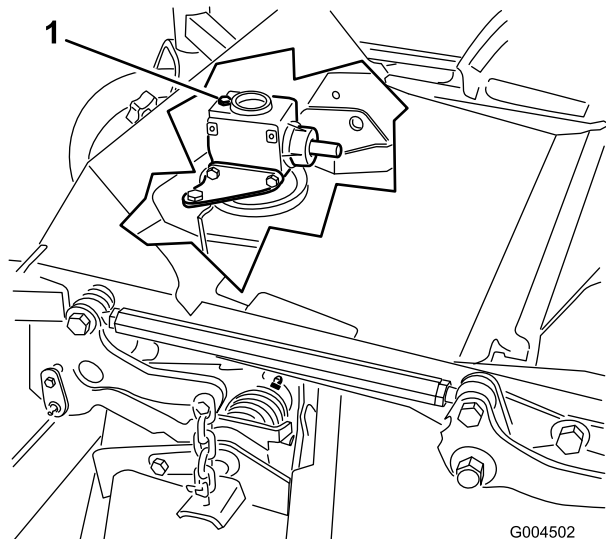

Figure 29
6. Retirez le bouchon de remplissage-jauge au sommet du boîtier d'engrenages et vérifiez que le niveau de lubrifiant se situe entre les repères sur la jauge (Figure 29).
6. Retirez la jauge-bouchon de remplissage au sommet du boîtier d'engrenages (Figure 29).